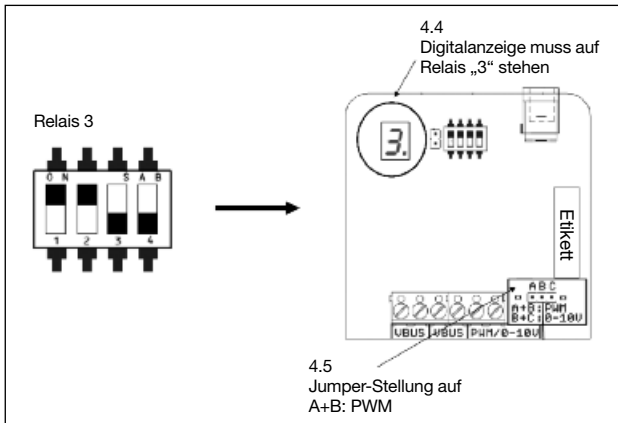

Abb. 5.5 Relais-Adressierung und Jumperstellung
- 4.4. Über die DIP- Schalter zur Relais-Adressierung einstellen, von welchem Relais die Drehzahlinformation in ein entsprechendes PWM- Signal umgewandelt werden soll. Werkseinstellung des „Regtronic RX-B“ Reglers ist Relais 3 (siehe Abb. 5.5).
- 4.5. Jumperstellung auf „A+B = PWM“ (Siehe Abb. 5.5)